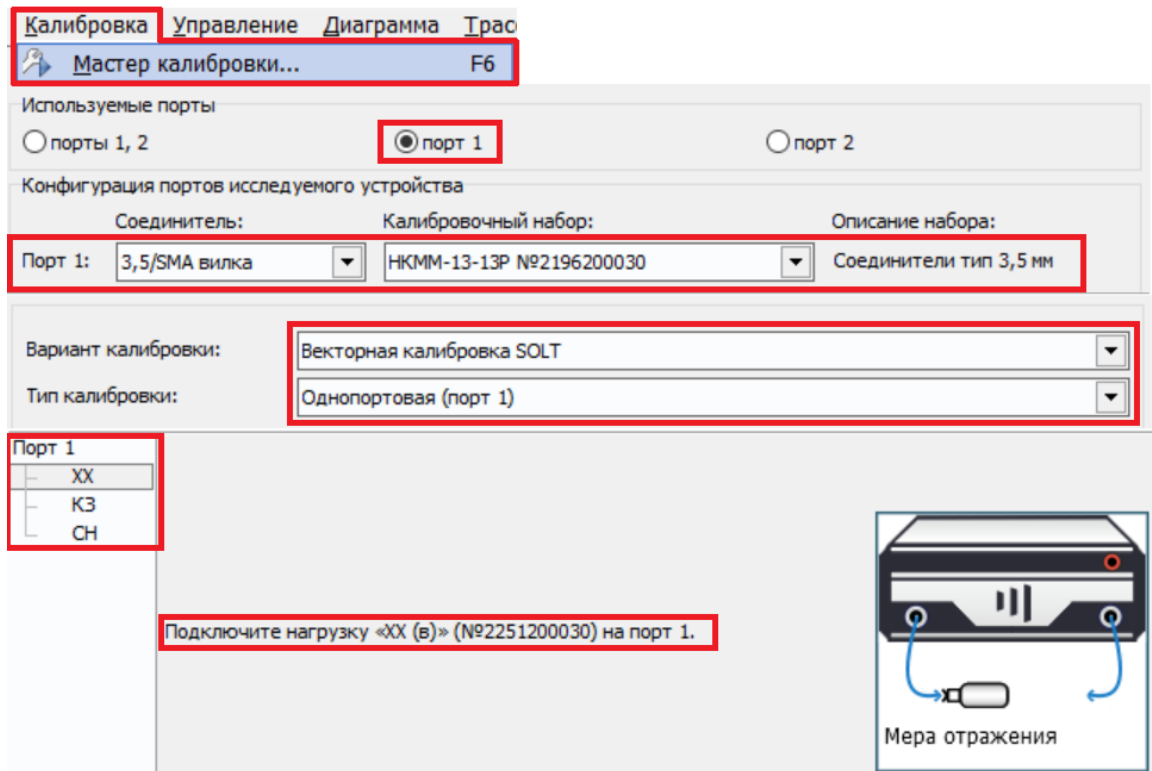

Рис. 7. SOLT калибровка первого порта.
7. Выбрать в главном меню *Калибровка* → *Мастер калибровки*. Провести однопортовую SOLT калибровку первого порта, следуя указаниям мастера калибровки (рис. 7).